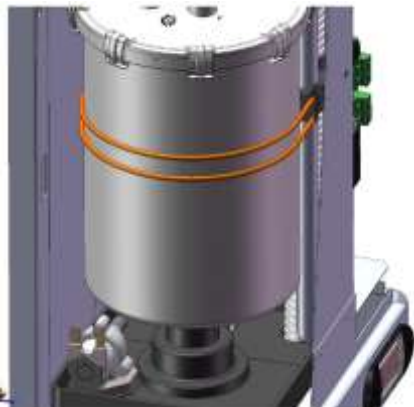

Fig. 4
6. Le tuyau d'évacuation de la condensation doit passer à travers l'orifice de la base de soutien à mi-cylindre et doit être laissé libre au fond du bac de récupération de l'eau à proximité du tuyau de vidange du cylindre (**Fig.4**)